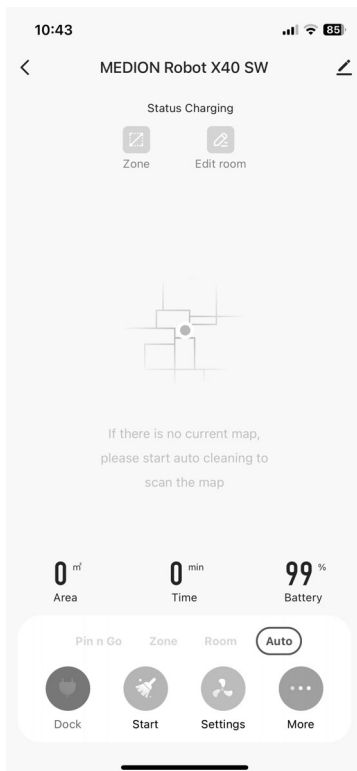

Fig. 11
El Robot Aspirador debe estar en modo de funcionamiento „**AUTO**“ (vedere la fig. 11) para el viaje de reconocimiento.
- ▶ Haga clic en el punto de selección „**START**“ en la zona inferior de la pantalla (vedere la fig. 11) para iniciar el viaje de exploración.